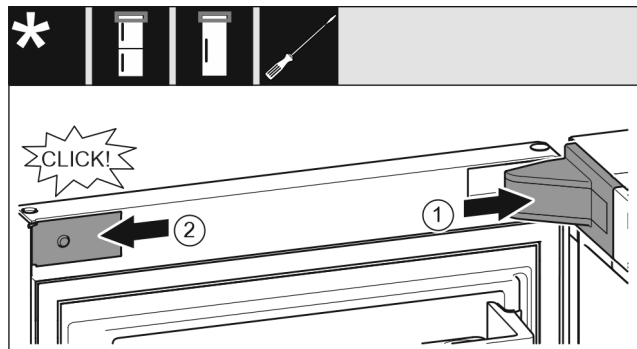

Fig. 25
- ▶ Stavite pokrov podloška ležaja Fig. 25 (1) i pustite ga da se uglati, po potrebi ga oprezno razdvojite.
- ▶ Postavite masku Fig. 25 (2) bočno i uglatite je.